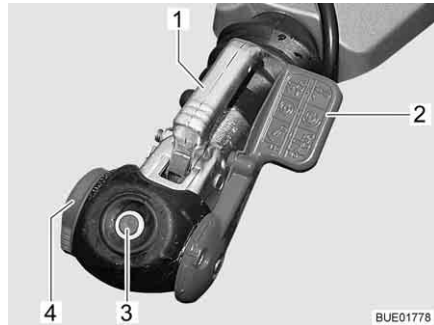

Fig. 4 Acoplamiento de seguridad AKS 1300
- Situar la palanca de estabilización (Fig. 4,2) en la posición superior.
- Girar la ruedecilla (Fig. 4,4) en sentido contrario a las agujas del reloj hasta alcanzar el tope de la posición de abierto.
- Tirar de la palanca de acoplamiento (Fig. 4,1) hacia arriba.
- Ejecutar control visual: El cilindro verde del indicador de seguridad (Fig. 4,3) debe estar visible.